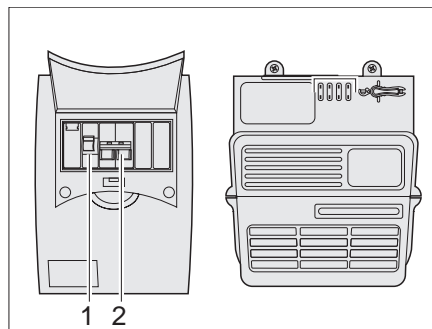

Bild 97 230-V-Sicherungskasten
Die Hauptsicherung (Bild 97,2) sichert den 230-V-Eingangsstrom mit max. 10 A ab. Zusätzlich befindet sich ein Fehlerstromschutzschalter (Bild 97,1) im Sicherungskasten.
- 230-V-Leitungsschutzschalter (siehe Bild 97) und Hauptschalter Batterie (siehe Bild 91,1) kurz ein- und ausschalten, um den Stromfluss zu unterbrechen.